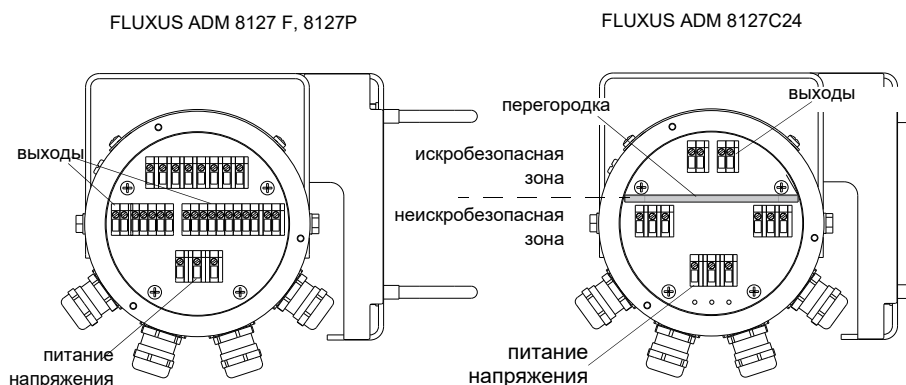

Рис. 7.8: Клеммы для подключения питания напряжения и выходов
- Подключите жилы к клеммам преобразователя в соответствии с напряжением, указанным на фабричной табличке под клеммной колодкой KL1 (смотри Рис. 7.8 и Таб. 7.4).
- Подключите жилы выходного кабеля к клеммам преобразователя (смотри Рис. 7.8 и Таб. 7.5).